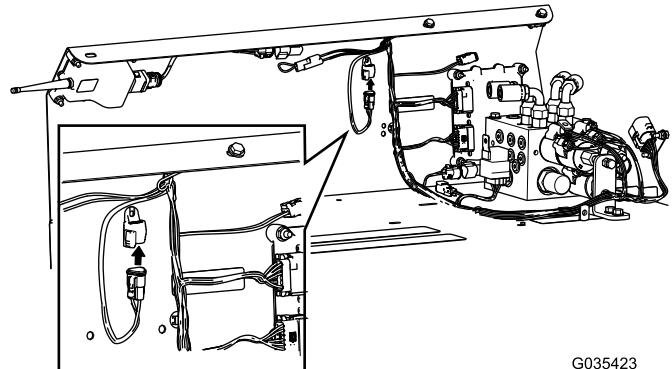

Рисунок 14
5. Вставьте диагностический разъем CAN в ранее установленный колпачок жгута проводов (Рисунок 14).